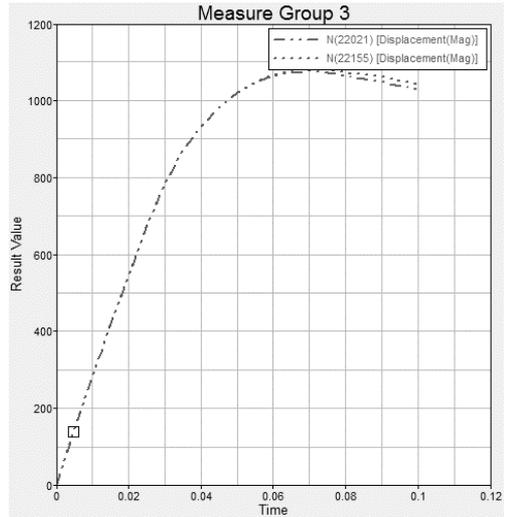

图 13-41 动态更新位移测量结果
(14) 运行动画，**Live link** 功能将动态更新曲线图，如图 13-41 所示。
(15) 停止动画。